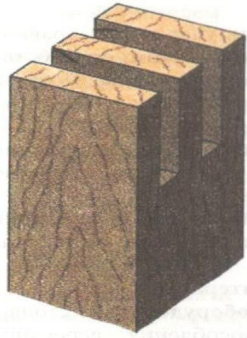

Рис. 1.
- * 1. Давайте внимательно изучим деталь (рис. 1)